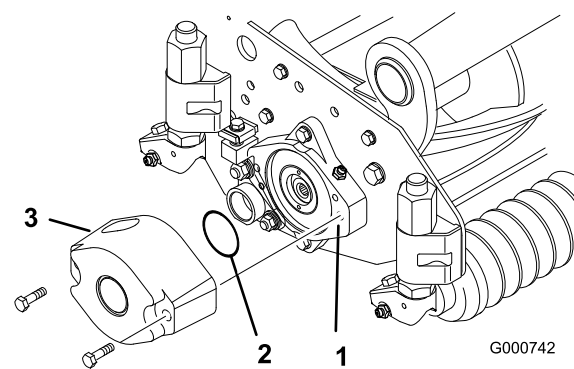
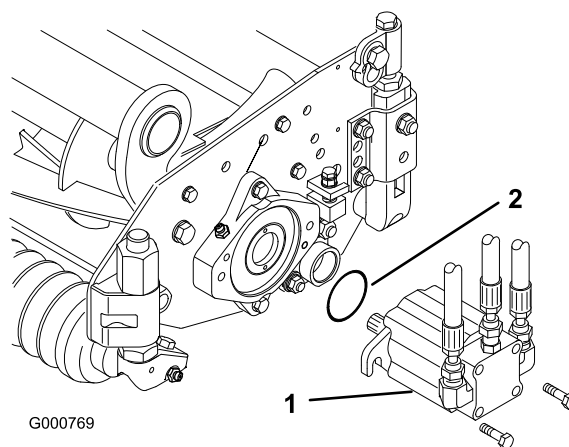

図 4
図 7
3. 大きなOリングにグリスを塗り、カッティングユニット両側のベアリングハウジングの溝にそれぞれ取り付ける（図 4 と 図 7）。
4. 付属のキャップスクリューを使って、各カッティングユニットにカウンタウェイトを取り付ける（図 4）。
13. リールモータを各カッティングユニットに装着し、付属のキャップスクリュー 2 本で固定する(図 7)。